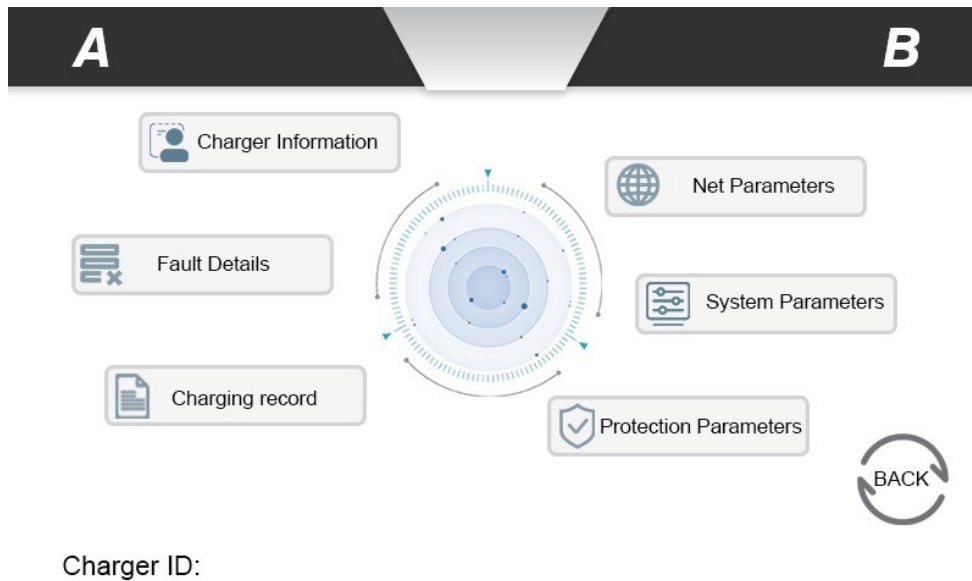

Fig. 1-7 Exibição de Configuração
■ Clique no ícone de configurações três vezes para entrar na interface de configurações, a imagem exibida na tela LCD é mostrada em Fig. 1-7.